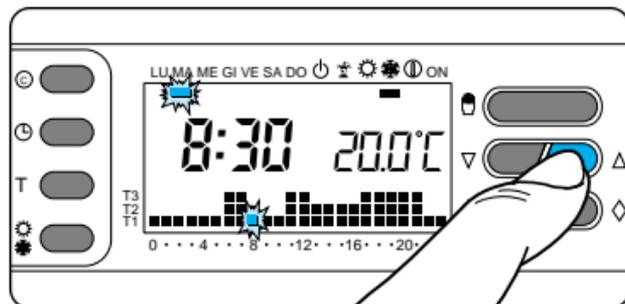

Fig. 22
3.7- Premere il pulsante  oppure  fino a raggiungere il giorno in corso (fig.22).